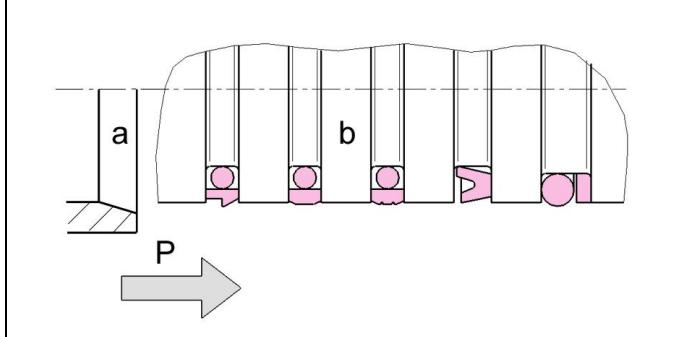

Abb. 2: Kolbendichtungen mit Druckrichtung
- Achtung:** Bei einfach wirkenden Anwendungen auf richtige Lage der Dichtlippe zur Druckseite achten (siehe Abb.2).
- Achtung:** Bei einfach wirkenden Anwendungen auf richtige Lage der Dichtlippe zur Druckseite achten (siehe Abb.2). Die Dichtung gleichmäßig am Umfang aufschieben.